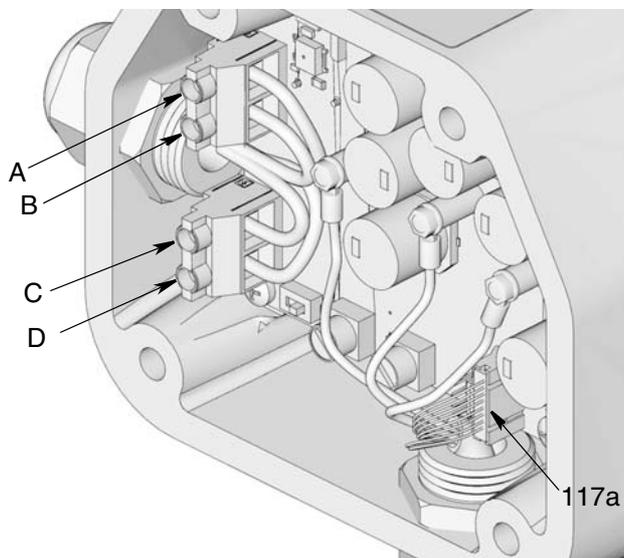

Рис. 65
7. Отсоедините кабель датчика (117а) от платы управления электродвигателем (Рис. 65).
8. Отсоедините источник электропитания (А и В) и подключения для управления насосом (С и D) (см. Рис. 65 и раздел "Панель управления", стр. 13).
- Подсоедините источник электропитания к входу электропитания (А и В) и сигнальные подключения для насоса (С и D) (Рис. 65 и А,В,С,D, стр. 13). Затяните с усилием 5,5 - 7 дюймов на фунт (0,62 - 0,79 Н•м).